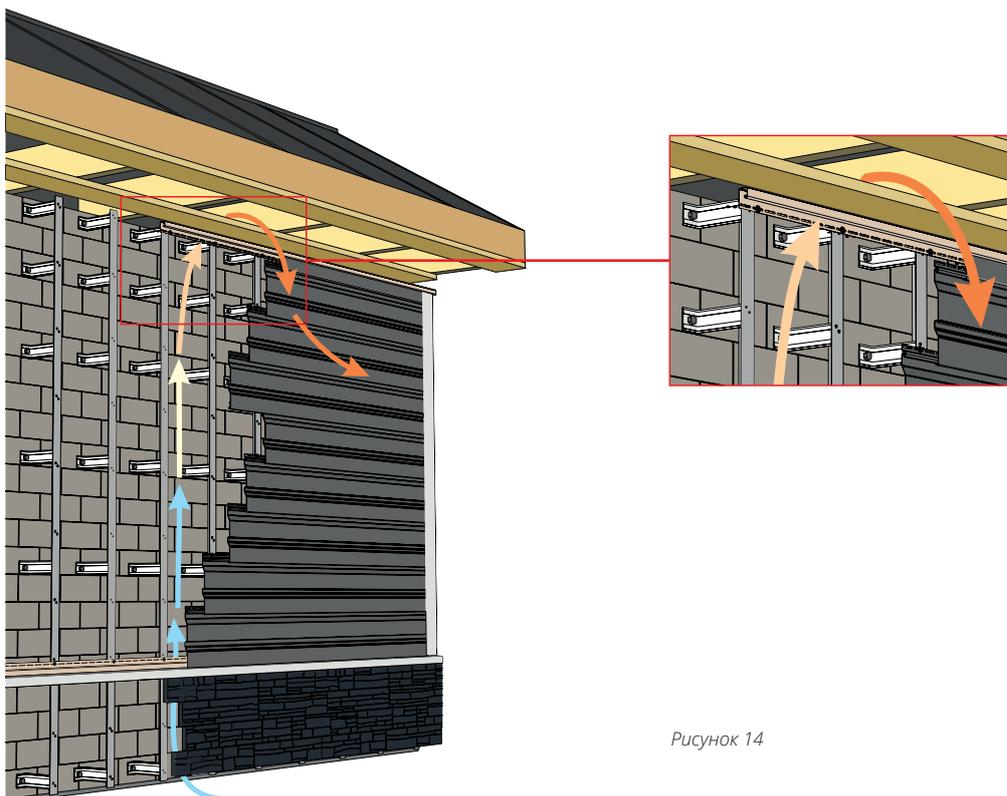

Рисунок 14
- 9.5** Софитная группа не должна перекрывать вентиляционный канал, мешать движению воздуха под сайдингом (рис. 14).